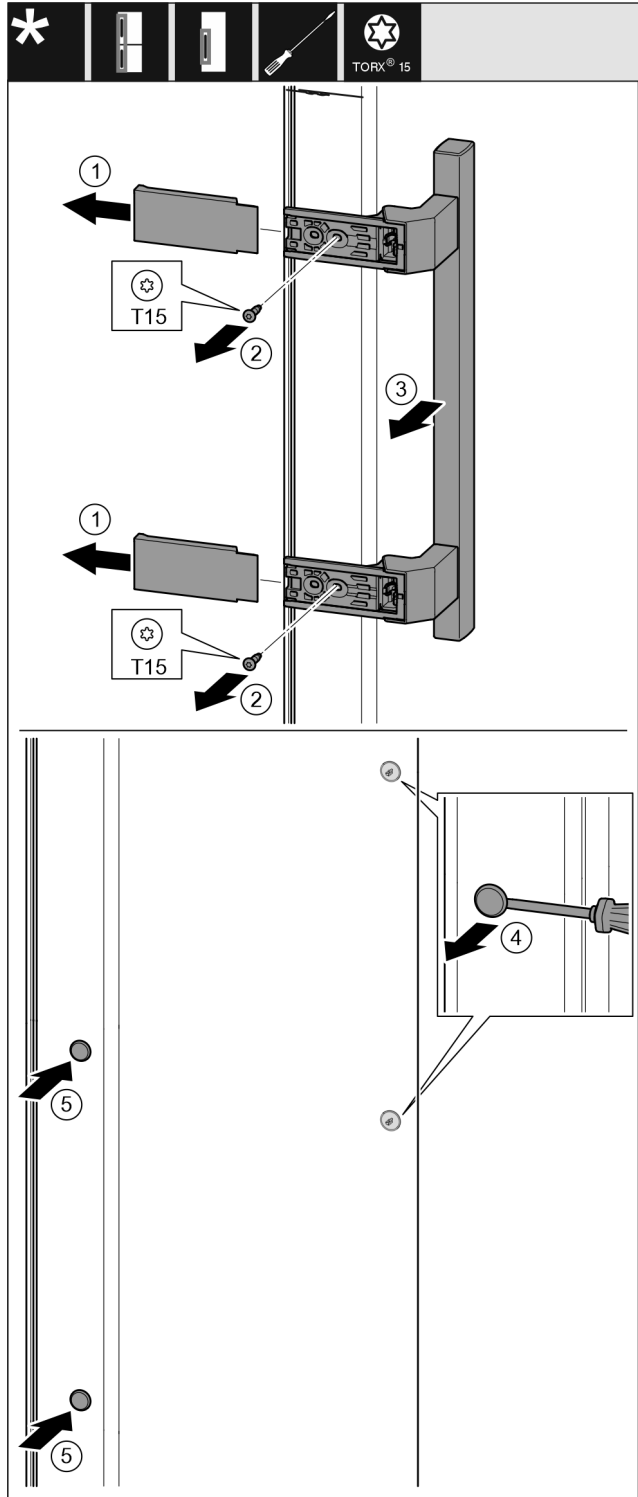

Fig. 19
- ▶ Desprindeți apărațoarea. Fig. 19 (1)
- ▶ Extrageți prin rotire șuruburile cu șurubelnița T15. Fig. 19 (2)
- ▶ Detașați mânerul. Fig. 19 (3)
- ▶ Ridicați cu precauție dopul lateral cu o șurubelniță plată și extrageți-l. Fig. 19 (4)
- ▶ Introduceți dopul pe partea opusă. Fig. 19 (5)